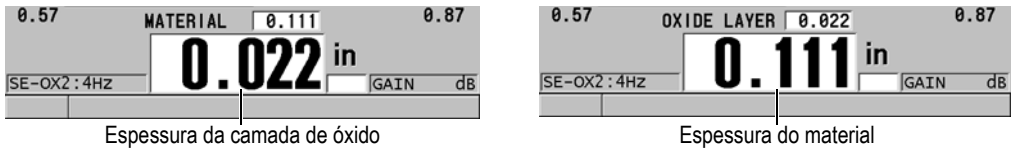

Figura 7-3 Seleção de qual medição aparecerá com a maior fonte
- c) Na **FONTE GRANDE**, selecione qual medição será exibida com fonte grande na tela de medição (veja Figura 7-3 na página 117).